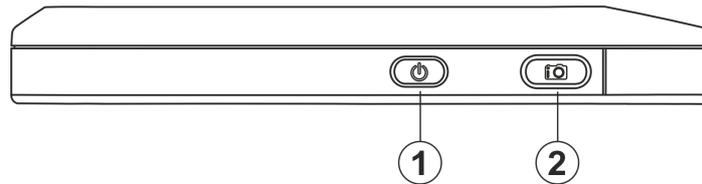

Fig. 3: Descripción parte superior del instrumento
1. Toque el texto “Flashlight” para activar/desactivar la linterna LED blanca integrada en el instrumento (ver la Fig. 3 – parte 1). Se muestra la siguiente pantalla: